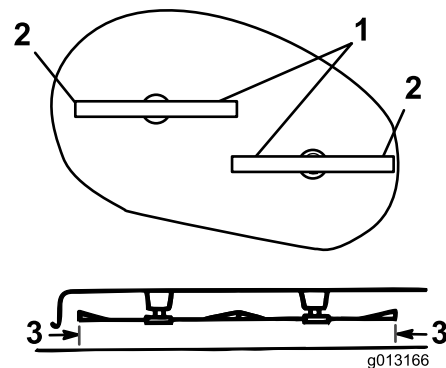

Figura 43
1. Gire cuidadosamente las cuchillas colocándolas perpendicularmente al sentido de avance de la máquina (Figura 43).
- Mida entre los bordes de corte exteriores y la superficie plana (Figura 43). Asegúrese de que la diferencia entre las mediciones es de 3 mm o menos. Si no es así, siga con el paso siguiente.
- Eleve o baje el lado derecho de la carcasa del cortacésped girando las tuercas hasta que la diferencia entre las distancias desde los extremos exteriores de las cuchillas y la superficie plana (Figura 43) sea de 3 mm